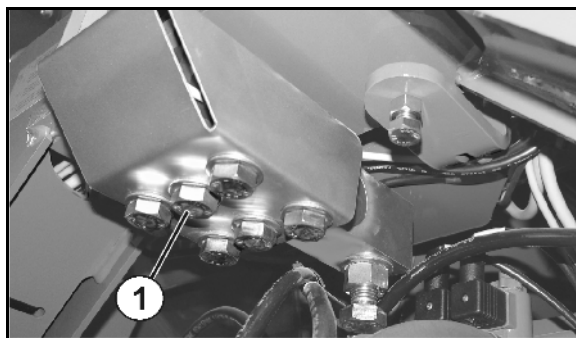

Fig. 53
- 6 šroubů vážicí buňky (Fig. 53/1)